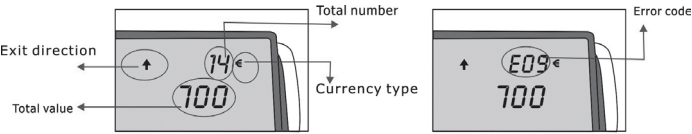

Fig. 1 **Fig. 2**
- Ist die eingeführte Banknote korrekt, erhöht sich der Zähler jeweils um eins und der Gesamtwert entsprechend dem jeweiligen Betrag. Anschließend wird die Banknote in der gewählten Richtung ausgeworfen. Sobald die Gesamtanzahl der erkannten Banknoten 999 erreicht, oder der Gesamtwert der gezählten Banknoten 9995 beträgt, beginnt der Zähler wieder bei 0 (Bild 1).